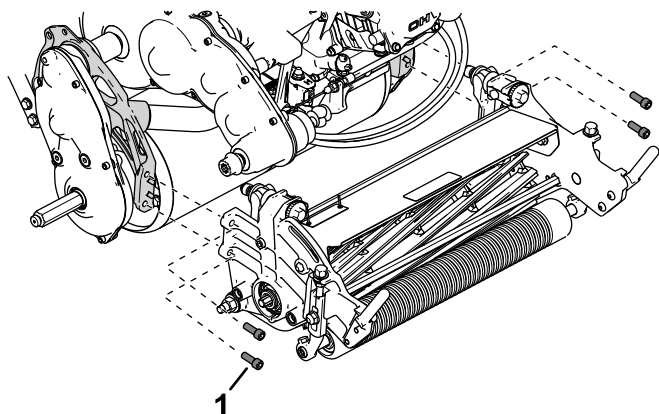

Figure 44
5. Fixez l'unité de coupe au cadre à l'aide de 4 vis à tête à creuse (Figure 44).